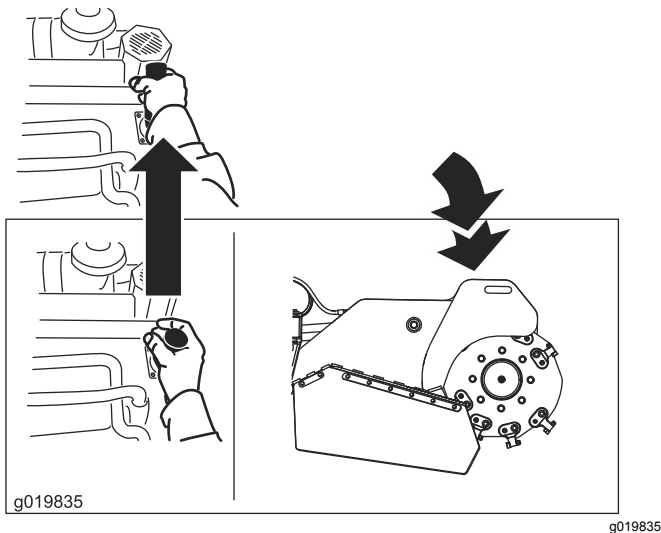

Figure 14
- Poussez le levier en avant pour abaisser la rogneuse (Figure 14).